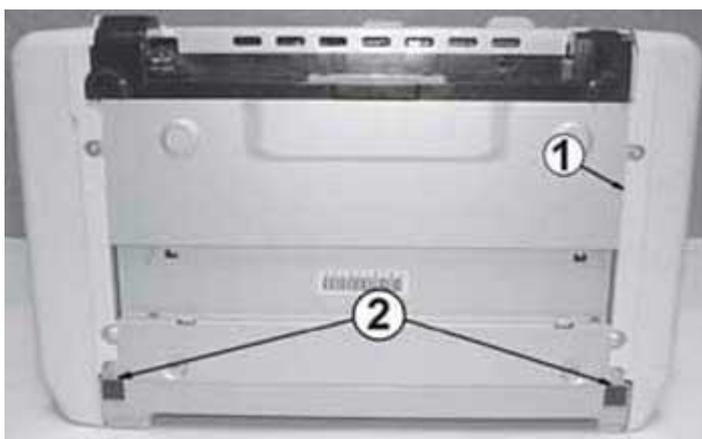

Рис. 3. Местоположение защелок на боковых крышках
5. Располагают принтер нижней стороной к себе, а задней - вверх. Плоской отверткой освобождают нижнюю защелку правой крышки (рис. 3, поз. 1). Местоположение защелок на боковых крышках обозначено стрелками. На левой крышке нижняя защелка не предусмотрена.
11. Приподнимают передний край принтера и освобождают две защелки, расположенные на передней крышке, из пазов на основании (рис. 3, поз. 2).